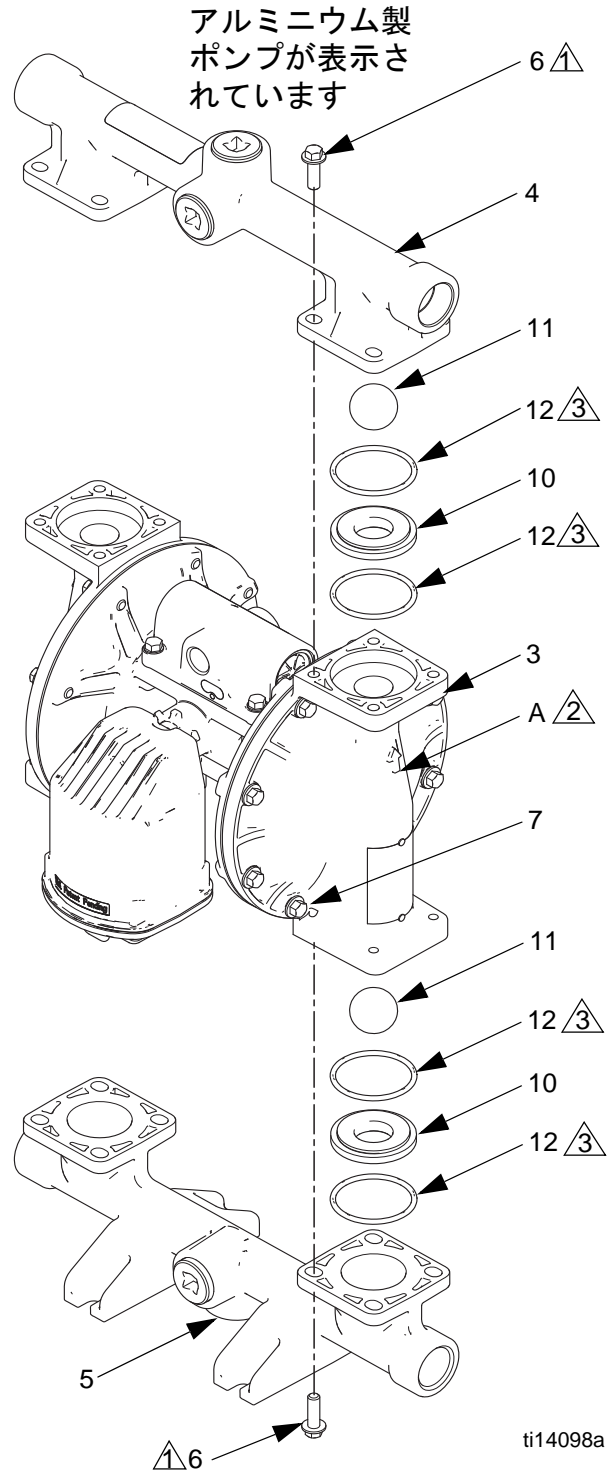

図 7. ボールチェックバルブアセンブリ
3. 排出口マニホールドファスナー（6）を取り外すには、10 mm のソケットレンチを使います。図 7 を参照してください。
2. 逆の手順で再度組み立てます。図 7 に記載のすべての注意に従って下さい。ボールチェック（10-12）およびマニホールド（4、5）が、表示された内容と完全に一致するように組み立てられていることを確認してください。液体カバーにある矢印（A）は、排出口マニホールド（4）の方向に向いていないと表示されません。
① 締付けトルクは 11.3 N・m (100 インチ) トルクの指示、18 ページを参照してください。
② 矢印（A）は、排出口マニホールドの方向に向いていないと表示されません。
③ モデルの中には使用されていないものもあります。